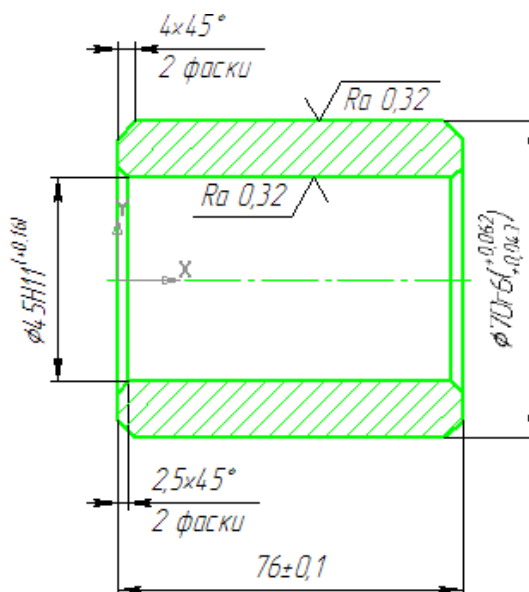

Рисунок 7
- На чертеже будут выделены объекты, составляющие изображение детали (рис. 7)